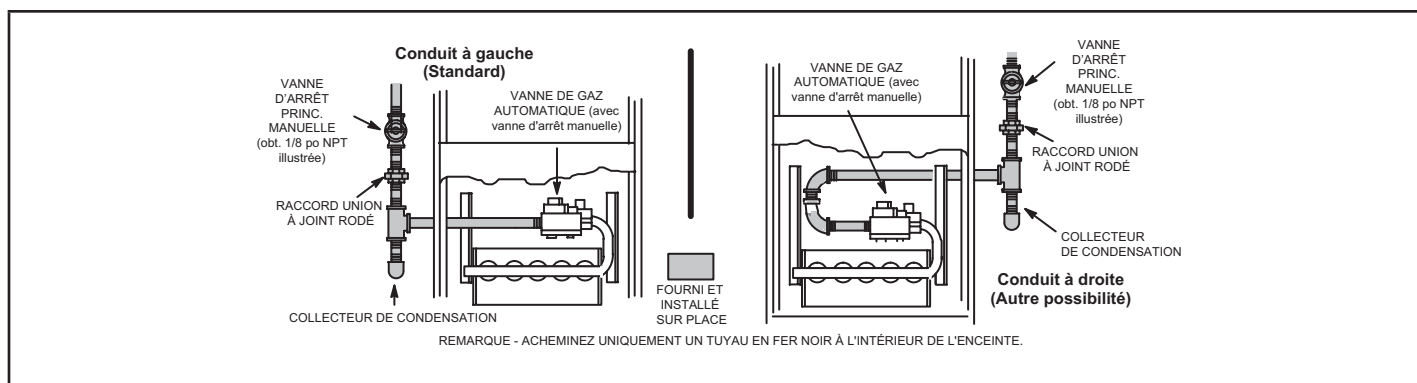

FIGURE 44
- 1 - La canalisation de gaz peut pénétrer dans l'appareil par le côté droit ou le côté gauche. La canalisation d'alimentation entre dans la vanne de gaz par le côté de la vanne, comme illustré à la FIGURE 44. Connectez la canalisation de gaz sur la vanne. La canalisation de gaz doit être serrée à un couple minimum de 350 lb-po et un maximum de 800 lb-po sur la vanne de gaz.
- 3 - La canalisation de gaz ne doit pas traverser les conduits d'aération, les chutes à linge sale, les cheminées ou conduits d'évacuation de gaz, les monte-plats ou les cages d'ascenseur. Centrez la canalisation de gaz dans l'ouverture. La canalisation de gaz ne doit pas toucher le côté de l'unité. Reportez-vous à la FIGURE 44.